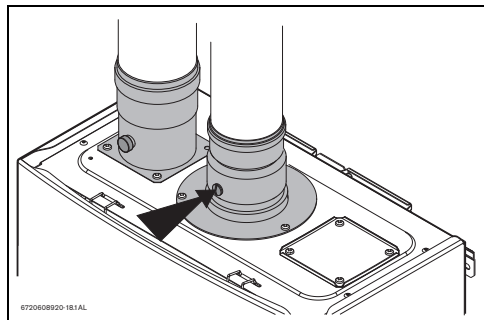

Fig. 46 Punto de medición
- Retirar el tornillo del accesorio de evacuación, consultar la Fig.46.